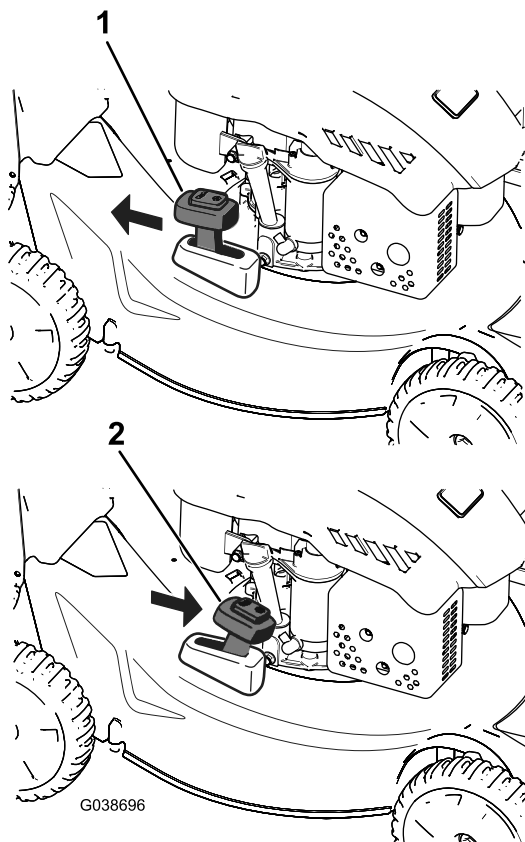

Bild 20
Schieben Sie den Hebel für den zuschaltbaren Grasfangkorb in die RECYCLING-Stellung, um das Schnittgut zu recyceln (Bild 20).
2. Setzen Sie den Fangkorb ein, siehe Montieren des Fangkorbs \(Seite 14\), und stellen den Hebel für den zuschaltbaren Fangkorb in die BAGGING-Stellung, wie in Bild 20 abgebildet.
Hinweis: Nehmen Sie ggf. den Fangkorb von der Maschine ab, bevor Sie das Schnittgut hinten auswerfen, siehe Entfernen des Fangkorbs \(Seite 15\). Der Hebel für den zuschaltbaren Fangkorb sollte in der BAGGING-Stellung sein, wie in Bild 20 abgebildet.